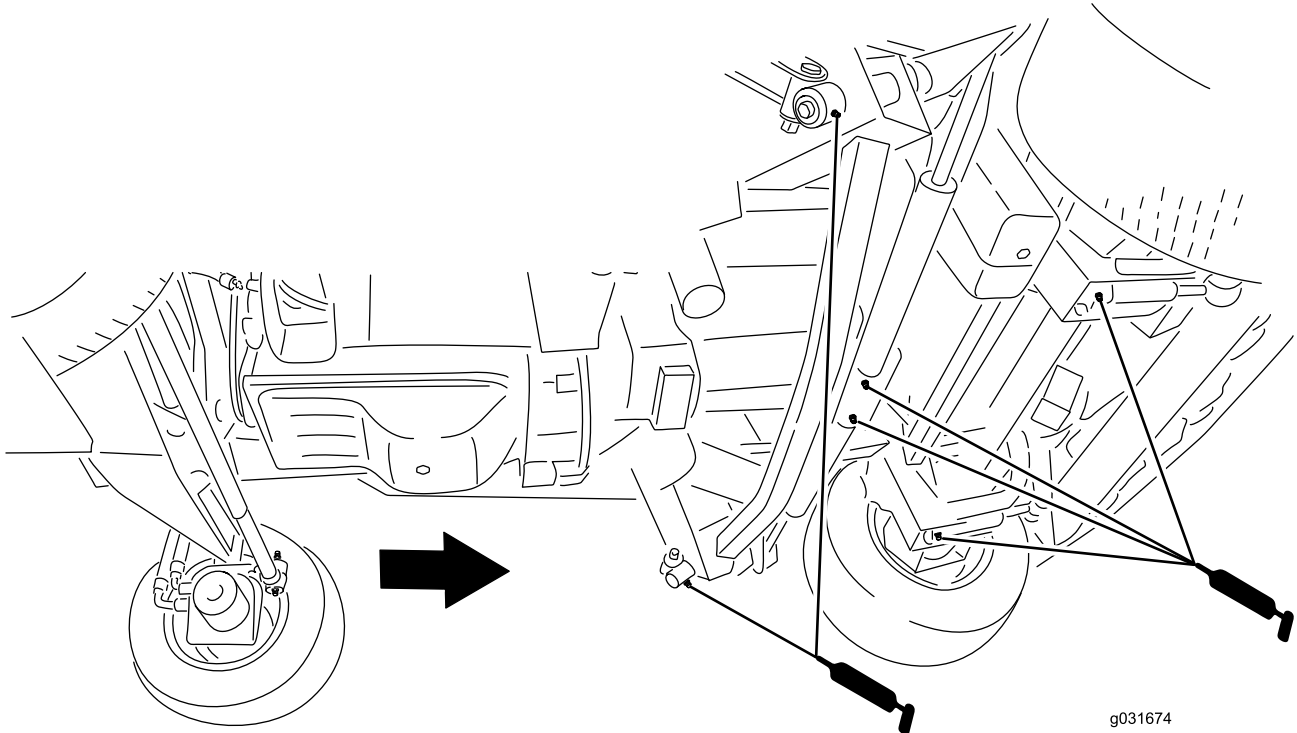

Figure 80
- 2 bras d'impact (Figure 80)
- 2 pivots de vérins de levage de plateau avant (Figure 80)
- 2 pivots de vérins de levage de plateaux latéraux (Figure 80)